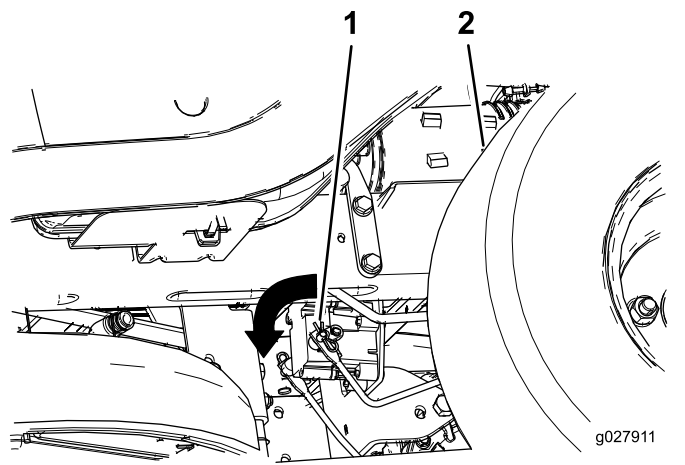

Bild 55
2. Finden Sie die Welle an der elektrischen Bremse, an der die Bremsgestängearme angeschlossen sind (**Bild 55**).